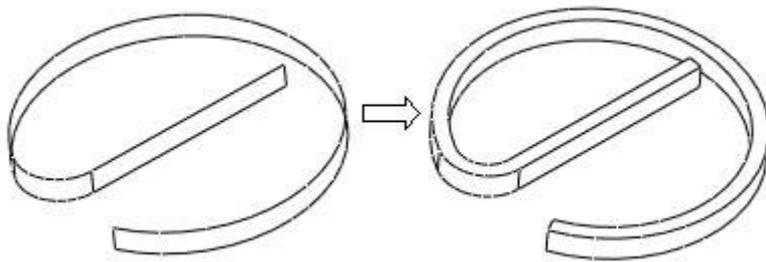

图 13-1 练习 13-1 操作示意图
【练习 13-1】： 打开附盘 “\ch13\13-1.prt”文件，使用特征操控板将曲面转化为薄壳实体，如图 13-1 所示。
1. 打开特征操控板。在模型树或模型中选中图 13-1 所示的曲面特征，在右键快捷菜单中单击【编辑定义】命令打开特征操控板。